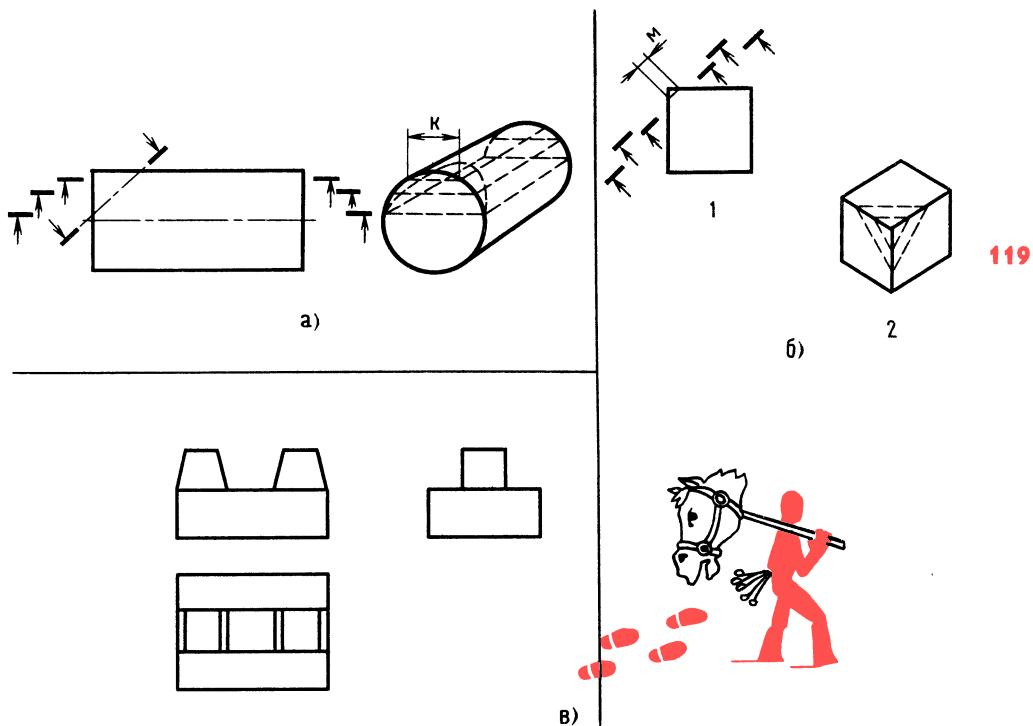

Рис. 86. К ответам задач 134, 135 и 136
**134.** См. рис. 86, а.
**135.** См. рис. 86, в.
**136.** См. рис. 86, б (1 и 2).